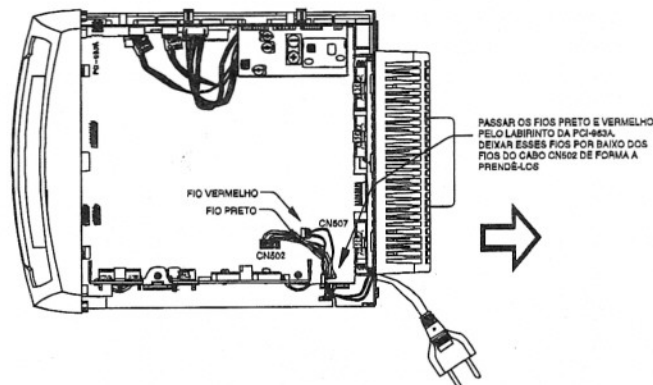

Fig. 3
A frequência do dente de serra irá controlar a frequência de chaveamento do transistor, enquanto que o nível DC gerado no circuito amplificador de erro irá controlar a largura do pulso que irá chavear o transistor interno do IC507 (fig. 3). O diodo D505 irá polarizar as bobinas L501 e L502 durante o período em que o transistor não estiver conduzindo. O capacitor CE513 garantirá a filtragem da tensão chaveada.
- Desconecte os fios preto e vermelho do conector CN507 (fig.3).